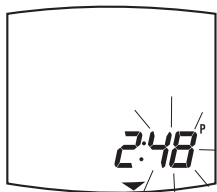

Figure 12
- 5• Les minutes clignotent (figure 12). Appuyez sur le bouton de gauche ou de droite pour régler les minutes. Appuyez sur les deux boutons pour valider votre choix et retourner en mode attente.